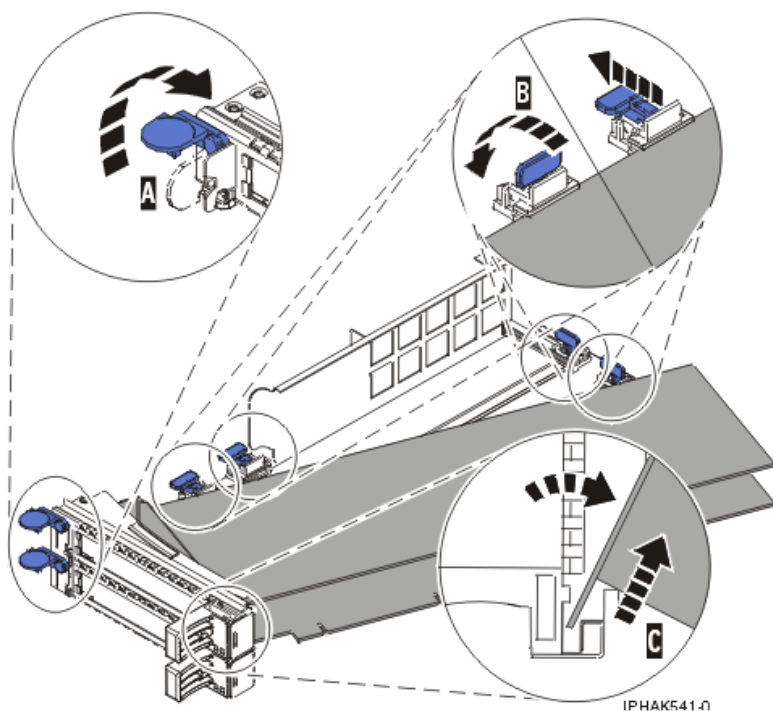
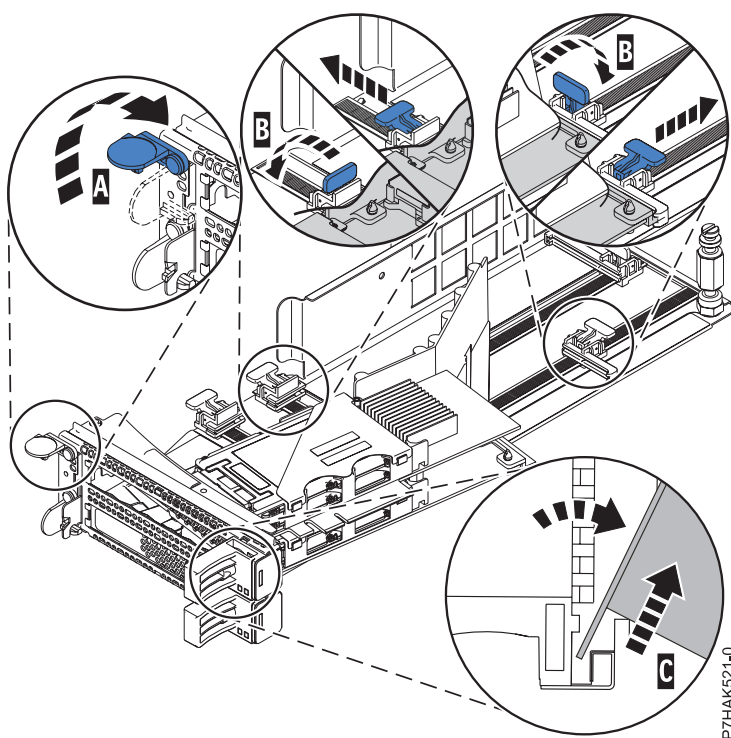

Figura 46. Adaptador que s'ha tret del casset d'adaptadors PCI
Figura 47. Adaptador PCIe RAID i SSD SAS que s'ha tret del casset d'adaptadors PCI
- d. Descargoleu el passador giratori (C) i poseu-lo en un lloc segur
- a. Obriu les peces de retenció (B) de l'adaptador fent girar els clips de retenció (A) fins que estigui en posició horitzontal. Consulteu Figura 46 a la pàgina 65. Si esteu traient un adaptador PCIe RAID i SSD SAS, consulteu Figura 47 a la pàgina 65.